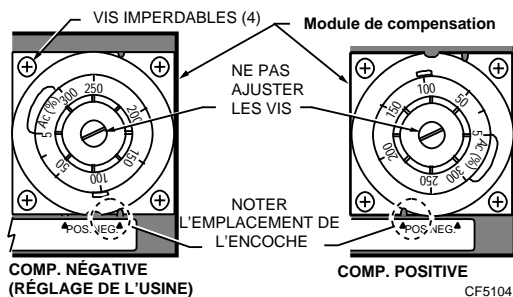

Fig. 5. Passage de la compensation négative à la compensation positive.
1. Desserrer les quatre vis (Fig. 5) du module de compensation.